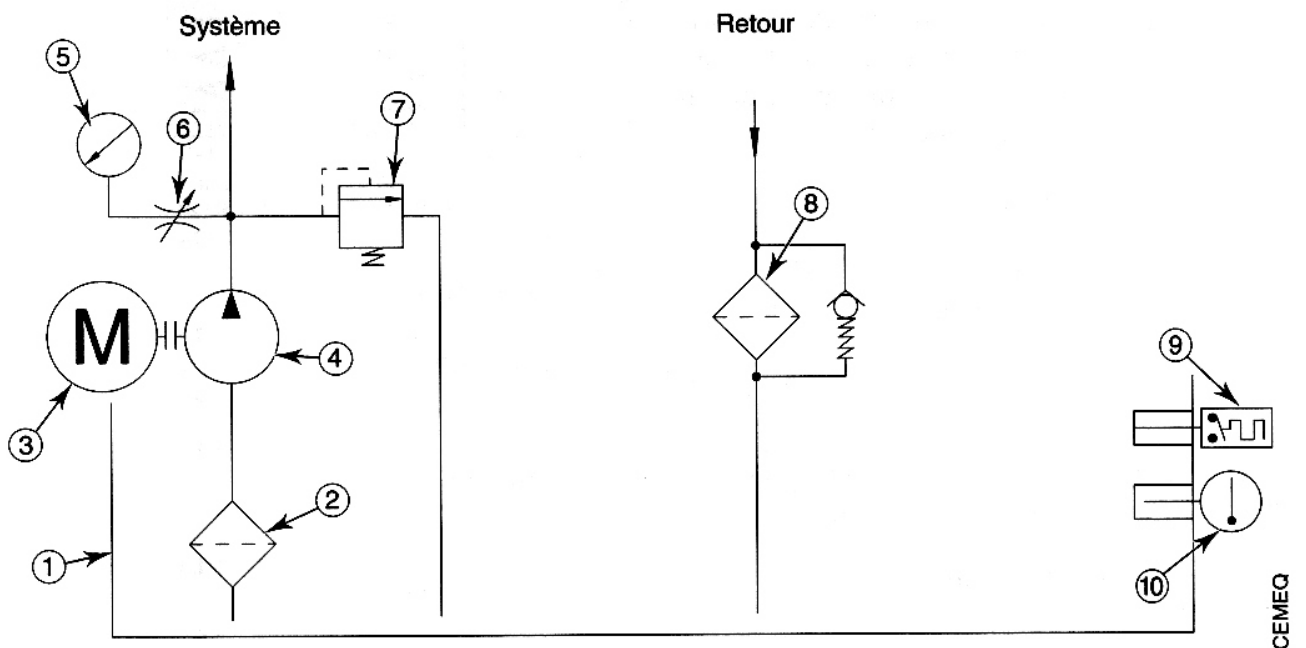

Figure 3
c) Donner la liste des composants apparaissant sur la figure 3 ci-dessous en faisant le rapprochement entre le symbole et le numéro encerclé.